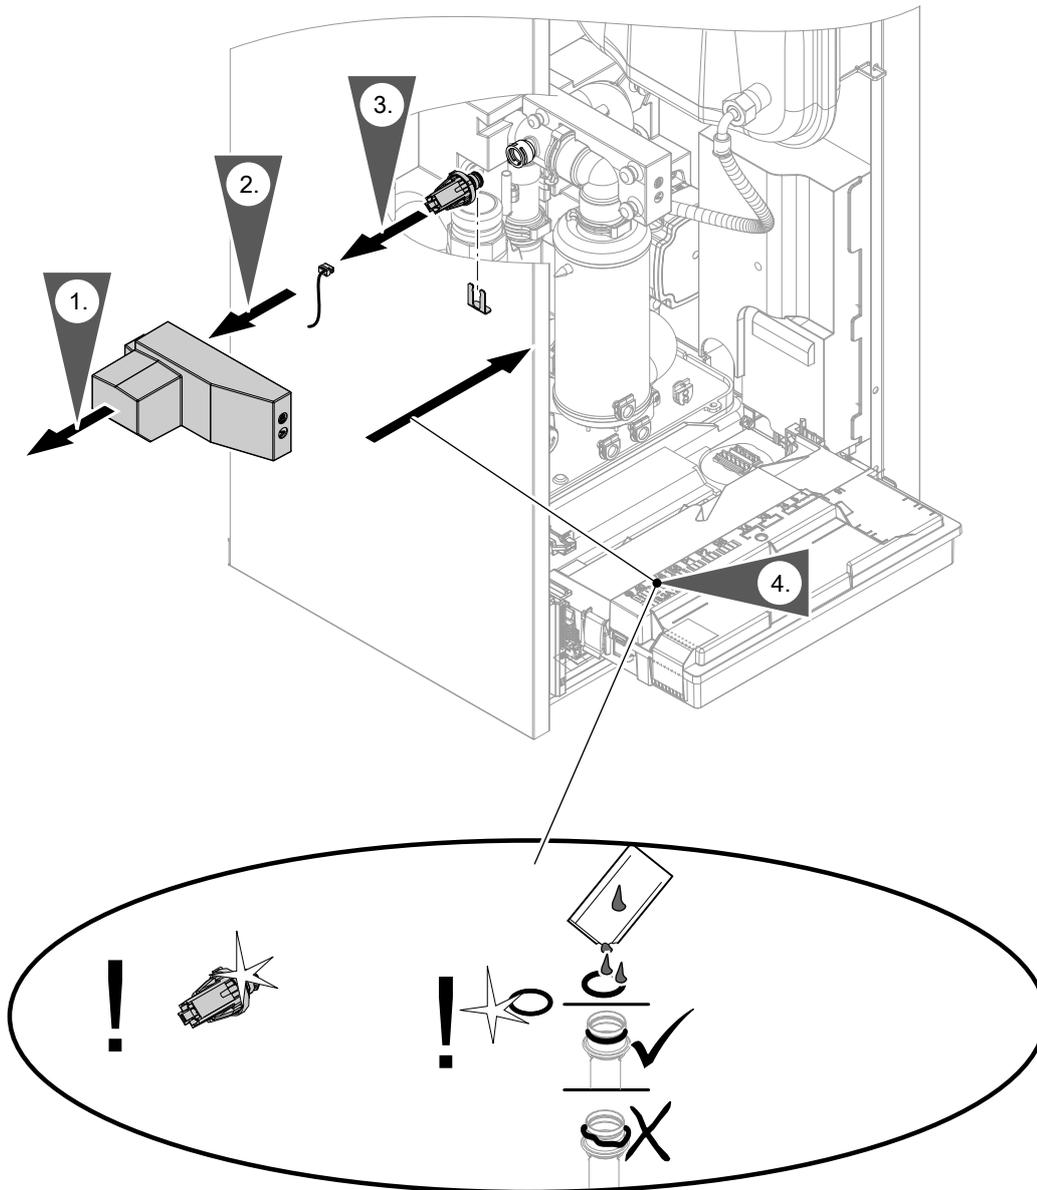

Fig. 86
- Presostato de agua: consultar Fig. 86.